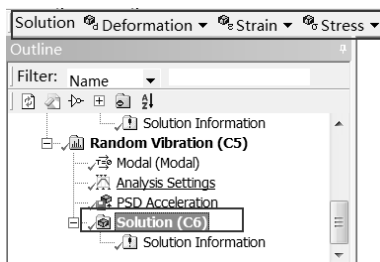

图 10-39 Solution 工具栏
Step1：选择 Mechanical 界面左侧 Outline（分析树）中的 Solution（C6）选项，此时会出现如图 10-39 所示的 Solution 工具栏。